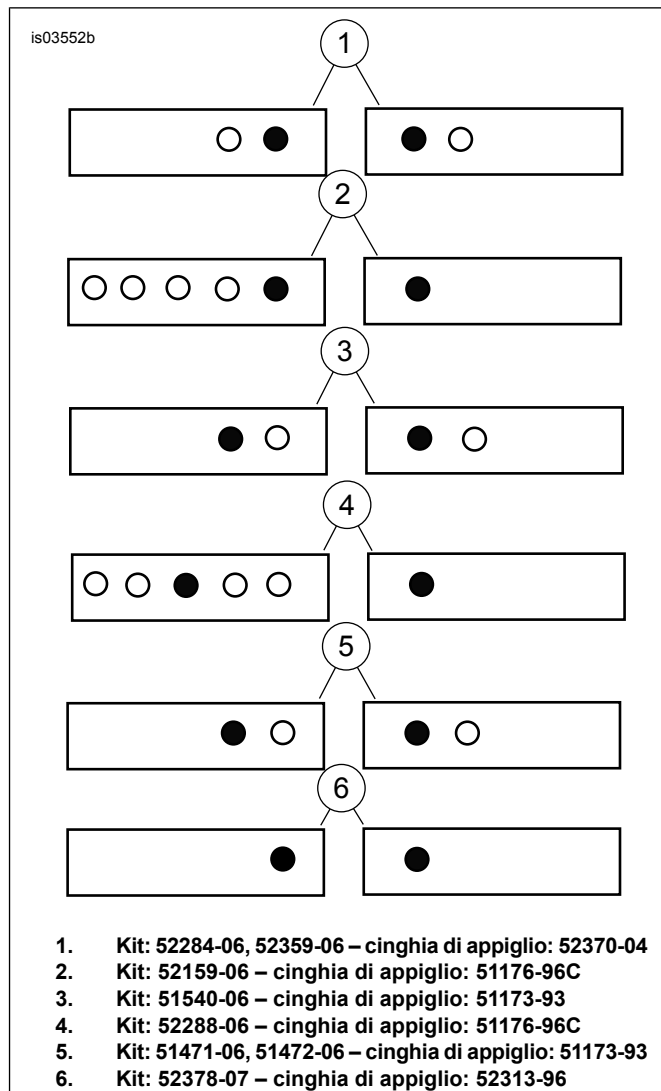
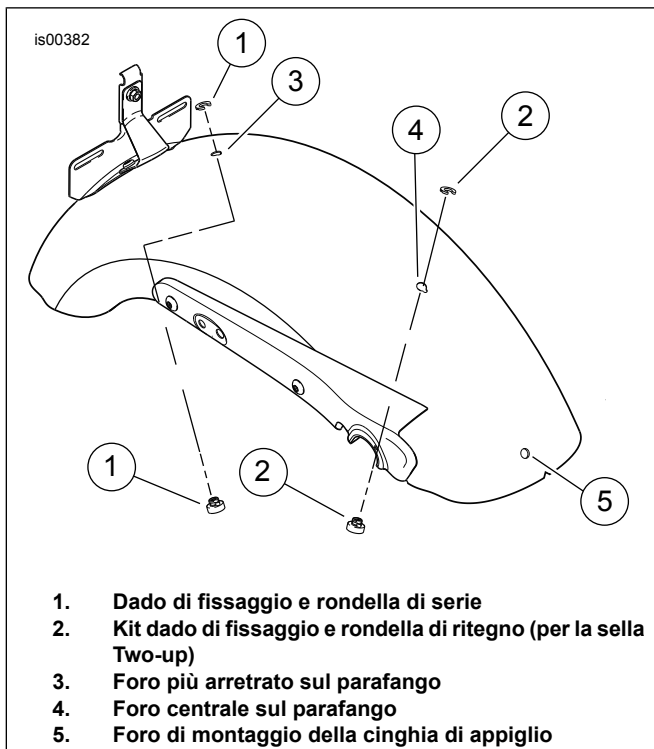
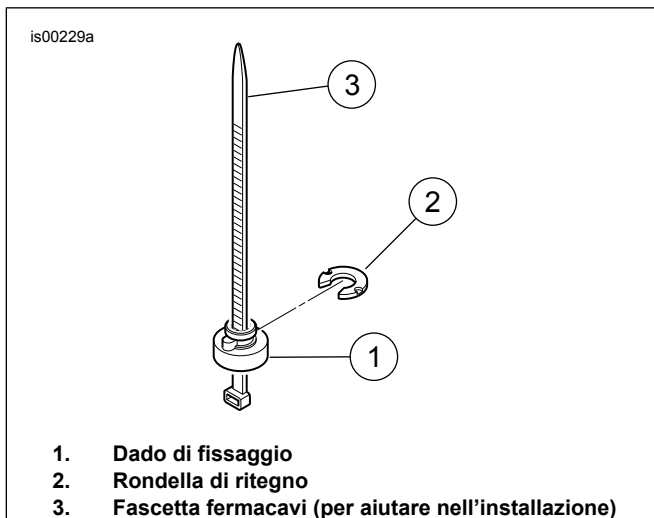
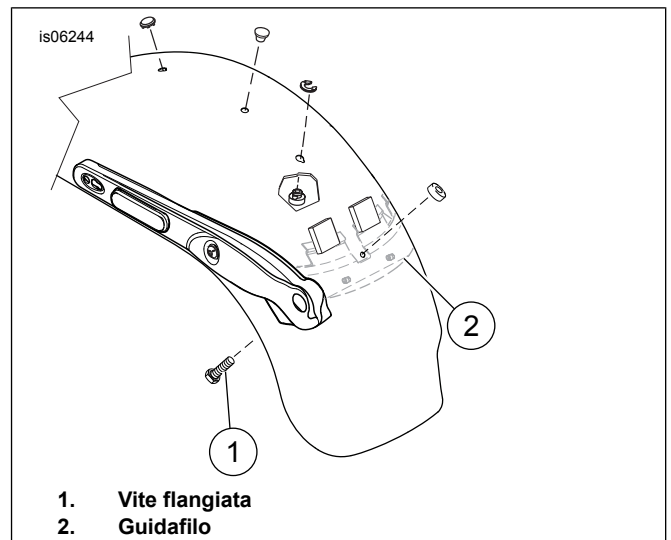

Figura 1. Installazione della cinghia di appiglio
Figura 2. Posizione del dado di fissaggio
Figura 3. Installazione del dado di fissaggio
Figura 4. Installazione della cinghia di appiglio – modelli FXDWG
3. Vedere Figura 1 per le informazioni sui fori con cui fissare alla sella la cinghia di appiglio (usare il foro pieno annerito nella figura). Montare la nuova cinghia di appiglio nella stessa posizione della cinghia precedente (riutilizzare la bulloneria esistente). Serrare ad una coppia di 6,78–10,17 N·m (60–90 in-lbs). **Per i modelli FXDWG 2010 e anni successivi:** Vedere Figura 4. Verificare che la testa della vite flangiata (1) non tocchi il guidafilo (2) e che sia installata contro il parafango.
2. Vedere Figura 2. Togliere il tappo di plastica dal foro più arretrato sul parafango (3).
4. Vedere Figura 3. Per agevolare la rimozione e l'installazione del dado di fissaggio e della rondella è possibile usare una fascetta fermacavi. Collocare il dado di fissaggio (1) sulla fascetta fermacavi (3) in modo che l'estremità larga del dado poggi sull'occhiello della fascetta. Passare la fascetta fermacavi in alto sotto il parafrangente e attraverso il foro più arretrato sul parafrangente. Tirare la fascetta fermacavi verso l'alto per tenere il dado stretto contro il lato inferiore del parafrangente.
5. Con la nervatura del dado di fissaggio inserita nella scanalatura del foro nel parafrangente, far scorrere al suo posto la rondella di ritegno (2) dalla parte posteriore. Questo bloccherà al suo posto il dado di fissaggio. Rimuovere la fascetta fermacavi.
7. Dall'interno del parafrangente, inserire la vite flangiata nel foro di montaggio della cinghia di appiglio sul parafrangente (Figura 2, elemento 5). Fissare la vite con il dado di fissaggio in plastica della sella. **Per i modelli FXDWG 2010 e anni successivi:** Vedere Figura 4. Verificare che la testa della vite flangiata (1) non tocchi il guidafilo (2) e che sia installata contro il parafrangente.
8. Montare la nuova cinghia per il passeggero del kit secondo gli schemi riportati nella Figura 1. Installare la rondella e il dado e serrare il dado ad una coppia di 6,78–10,17 N·m (60–90 in-lbs).